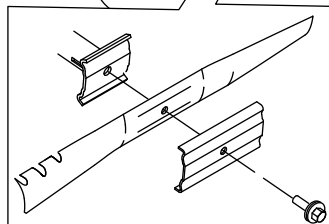

図 35
5. 新しいブレードを取り付ける。外したボルト類を使用する 図 35。